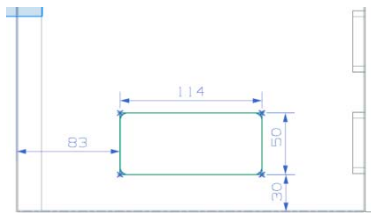

图 11-211 绘制草图
(2) 进入草图绘制环境，绘制如图 11-211 所示的草图。单击“完成”按钮 ，退出草图绘制环境。